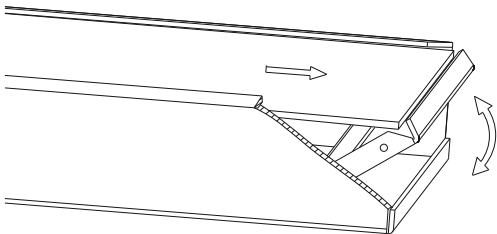

Рисунок 1
- На торце панели повернуть прижимную планку и по направляющим снять с панели рассеиватель (рисунок 1).